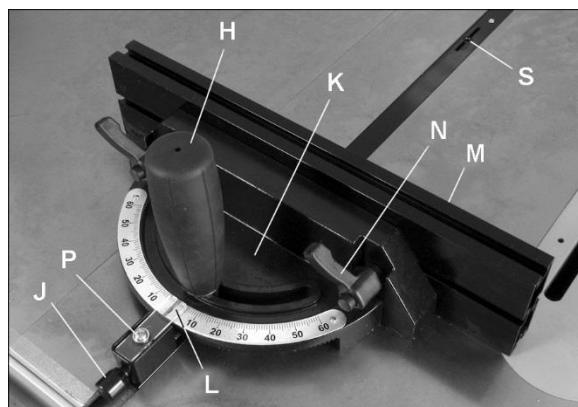

Рисунок 8-2
См. Рисунок 8-2 и 8-3:
2. Ослабьте ручку фиксации (H, Рисунок 8-2), повернув ее против часовой стрелки.
3. Вытяните подпружиненную ручку (J) и вращайте ее до тех пор, пока корпус (K) углового упора не окажется под нужным углом, отображаемым на шкале.
4. Затяните ручку фиксации (H).
Опорную направляющую углового упора (M, Рисунок 8-2) можно отрегулировать, сдвинув вправо или влево, или полностью снять.
2. Установите его под углом 90° к пильному диску (установка 0° по шкале), ослабив фиксирующую ручку (H, Рисунок 8-2), затем вытяните подпружиненную ручку (J) и поворачивайте корпус (K) до тех пор, пока на шкале не будет достигнуто положение 0°.
**ПРИМЕЧАНИЕ:** На планке углового упора есть два паза с установочными винтами (S, Рисунок 8-2). Отрегулируйте эти установочные винты, чтобы исключить люфт между планкой и пазом.